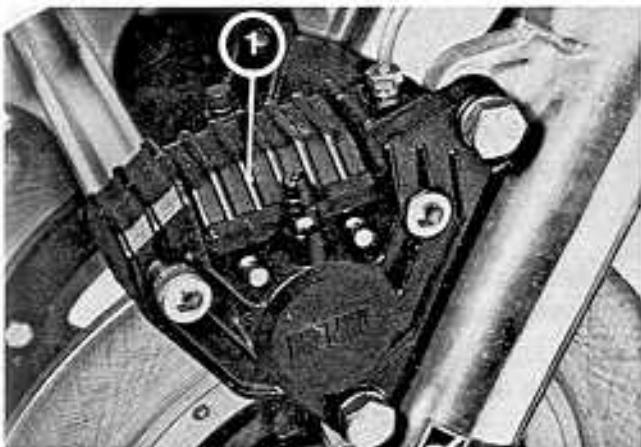

Fig. 187
- Con l'aiuto di un cacciavite rimuovere il coperchio (1) di plastica nera posto sopra ciascuna pinza (Fig. 187).
- Using a screwdriver remove the pressure-fitted top cover (1) (Fig. 187).